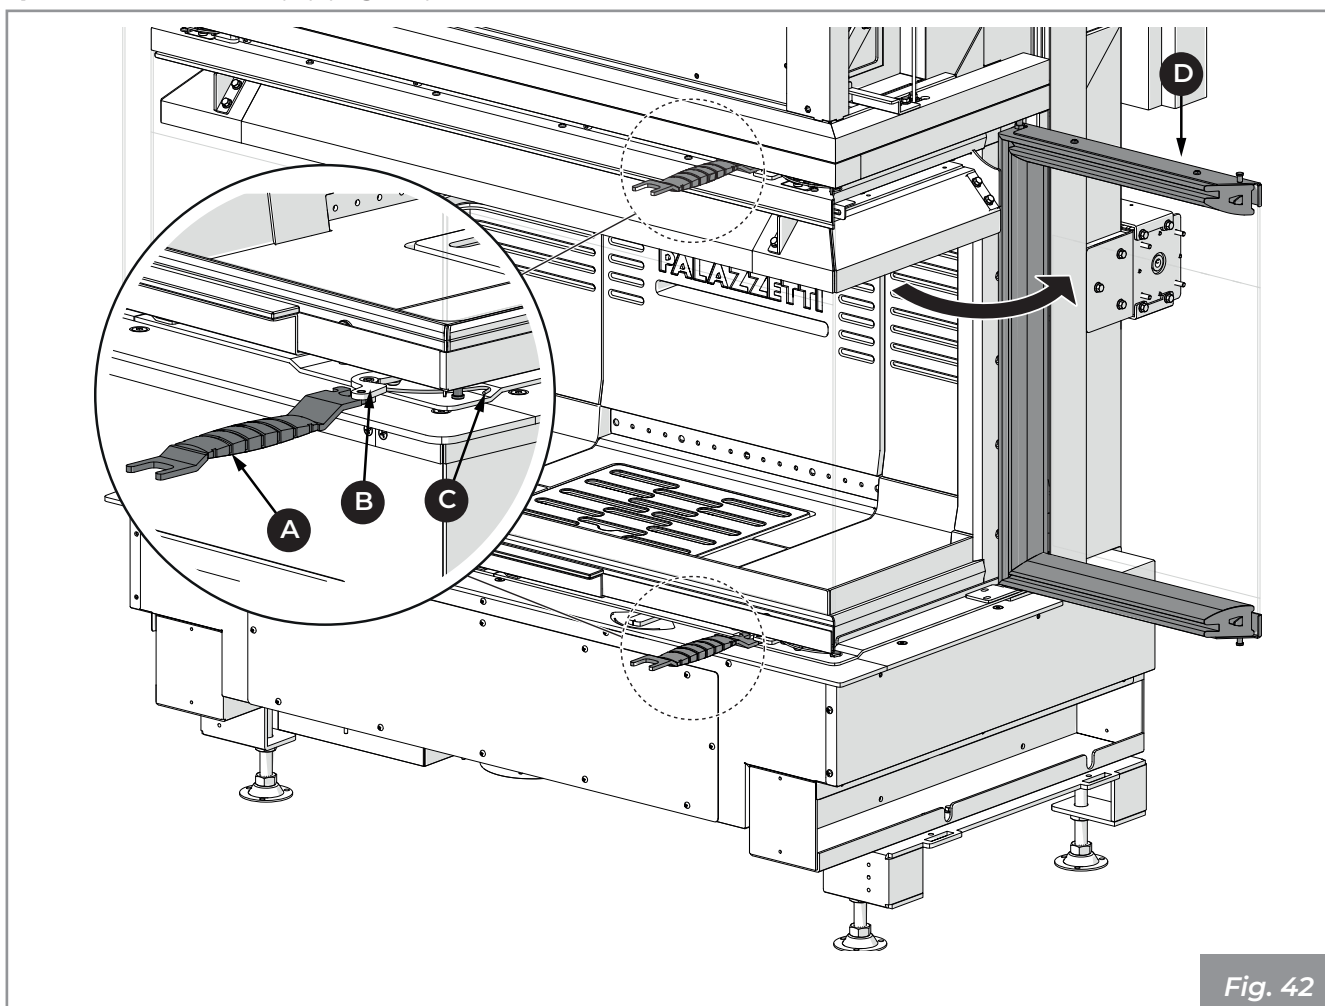

Fig. 42
- 1) Utiliser la poignée froide (A) pour tourner le levier (B) et libérer le crochet (C)
- 2) Ouvrir le battant (D) (Fig. 42).